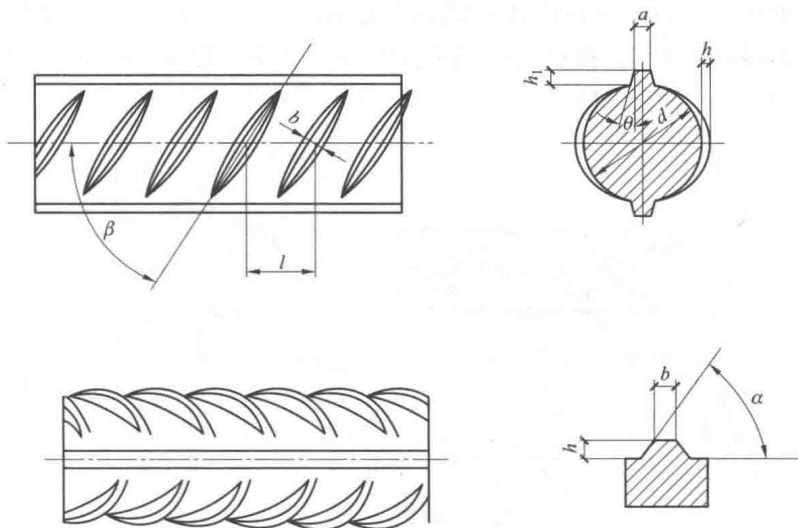

图 1-1 月牙肋钢筋表面及截面形状
(1) 热轧钢筋。热轧钢筋是低碳钢、普通低合金钢在高温状态下轧制而成。钢筋强度提高，塑性降低。热轧钢筋分为光圆钢筋和热轧带肋钢筋两种，如图 1-1 所示。
(2) 冷轧钢筋。冷轧钢筋是热轧钢筋在常温下通过冷拉或冷拔等方法冷加